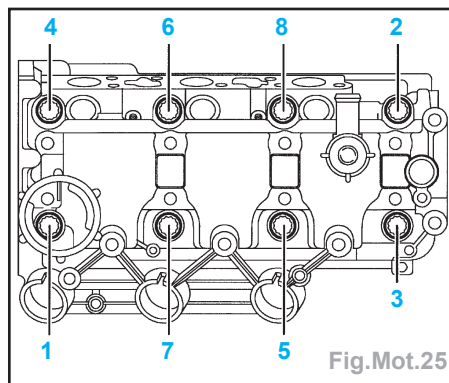

Fig.Mot.25
- Desserrer en deux passes les vis de culasse et les déposer dans l'ordre indiqué (Fig.Mot.25).